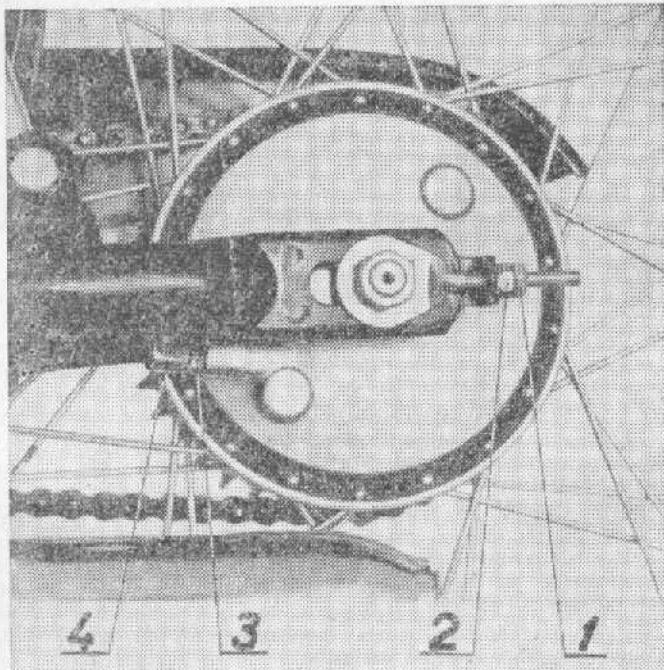

Рис. 9
2. Отпустить контргайки 1 (рис. 9) с обеих сторон.
3. Вращением гайки 2 (рис. 9) с обеих сторон натянуть цепь.
до начала торможения дополнительно основному углу свободного поворота еще на 5—10 градусов. Регулировка производится с помощью регулировочного винта 4 (рис. 9) на диске заднего колеса. Винт контрятся гайкой 3.